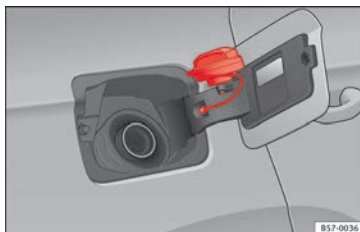

Abb. 60 Tankklappe mit aufgestecktem Tankverschluss.
- Platzieren Sie den Verschluss in der Aussparung, die sich im Scharnier der geöffneten Tankklappe befindet » **Abb. 60**.